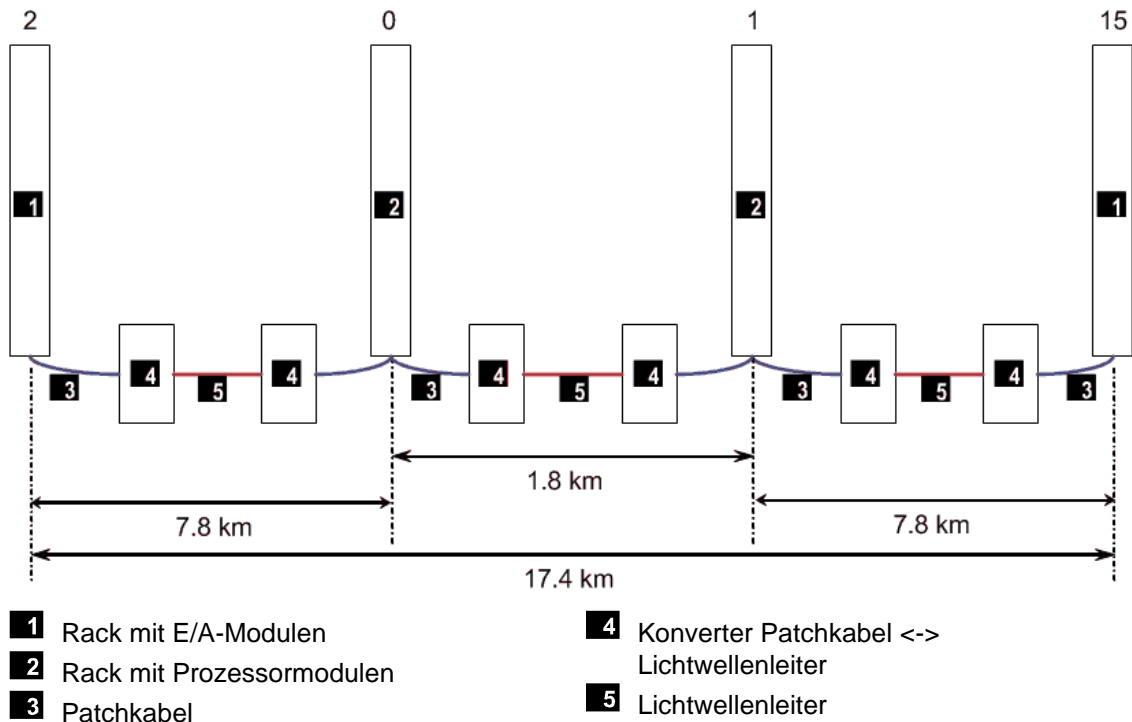

Bild 6: Maximale Entfernung zwischen Prozessormodulen bei Standardwert der Latenzzeit
Sind die Prozessormodule auf die Racks 0 und 1 verteilt, ist es möglich, diese Racks entfernt voneinander aufzustellen, und sie durch Lichtwellenleiter zu verbinden (Bild 6).
- Der Verzögerungszeit der Strecke zwischen den beiden Racks mit Prozessormodulen (Rack-ID 0 und Rack-ID 1) (siehe Bild 6).